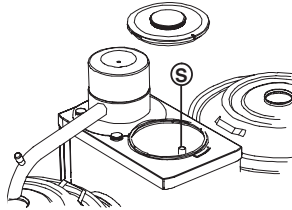

Fig. 22 Överloppsroret varmvattensystem
- Töm ut det sista vattnet genom överloppsroret. Drag härvid ut överloppsroret (S.), som sitter på varmvattenberedaren, vid den korta slangen (fig. 22).
- Töm ut det sista vattnet genom överloppsörret. Drag härvid ut överloppsörret (S., fig. 22).
- Drag härvid ut överloppsörret (S., fig. 22).